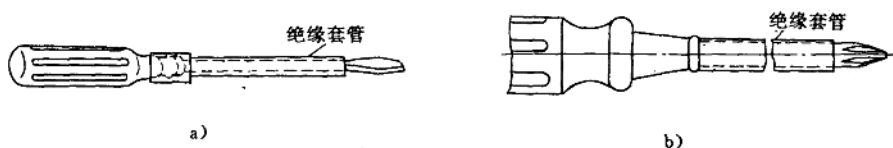

图 2-4 旋具
(3) 旋具 分有一字（或叫平头）旋具和十字形（或叫十字头）旋具两种（图 2-4），以配合不同槽型的螺钉的使用。常用的有 50、100、150 和 200mm 等规格。